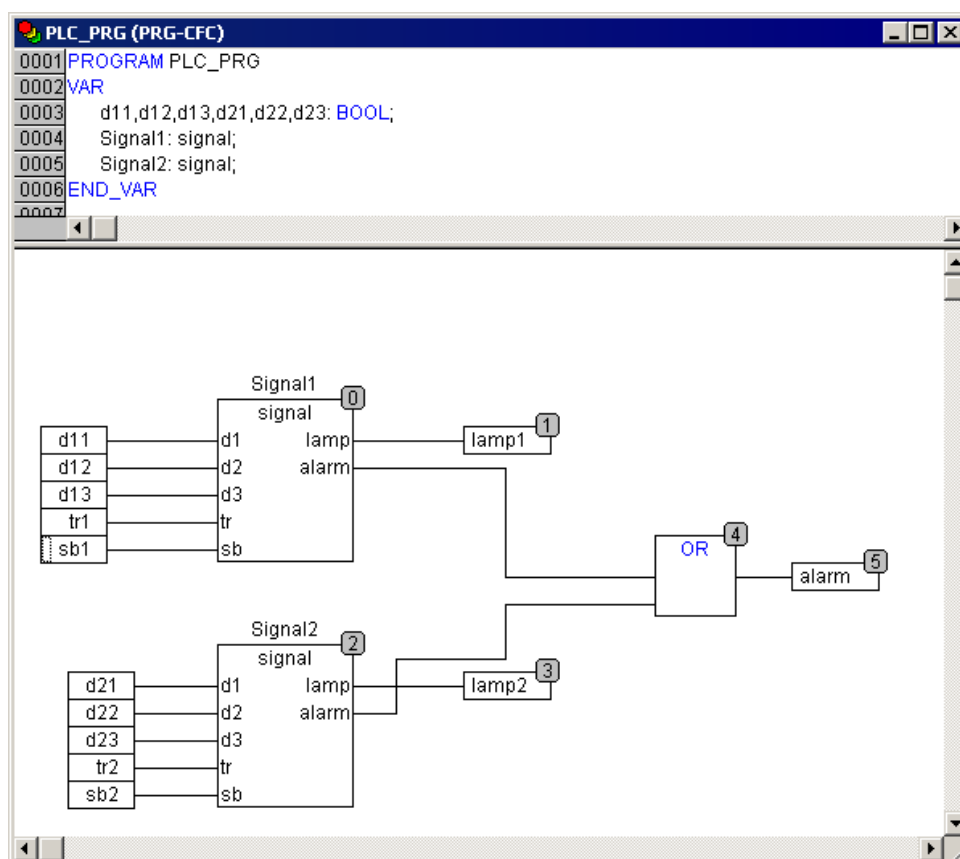

Рисунок 3.13 – Пример программы на языке CFC
**Примечание.** Свобода размещения компонентов и соединений определяет необходимость упорядочения порядка выполнения программы. Группа команд «Порядок | Показать порядок / Упорядочить топологически / В соответствии с потоком данных / Порядок: Выше, Ниже, В начало, В конец» контекстного меню позволяет отобразить порядковые номера (по очередности выполнения) элементов программы и изменить этот порядок при необходимости. Порядковые номера элементов отображаются в затемнённом квадратике у правого верхнего угла каждого элемента (см. рисунок 3.13).